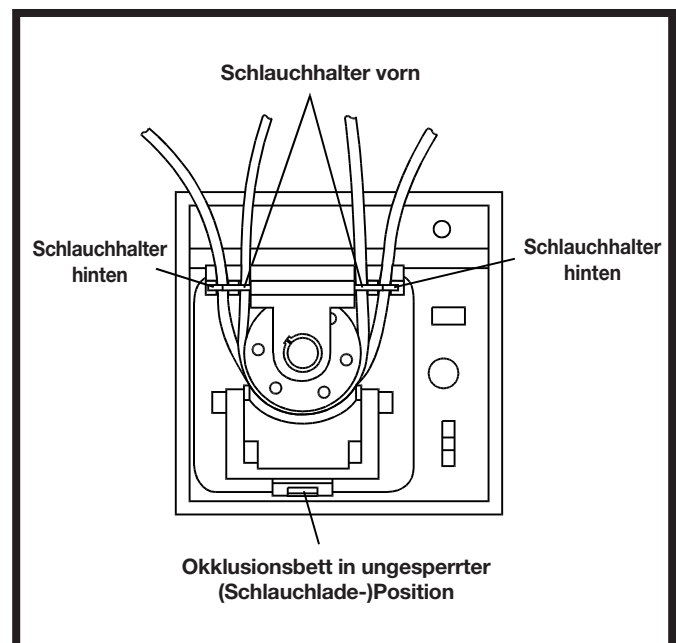

Abbildung 4. Okklusionsbett in ungesperrter Schlauchlade-Position
2. Zum Lösen des **Okklusionsbetts** vom Rotor die Okklusionsbettverriegelung nach unten drücken, Abbildung 4.